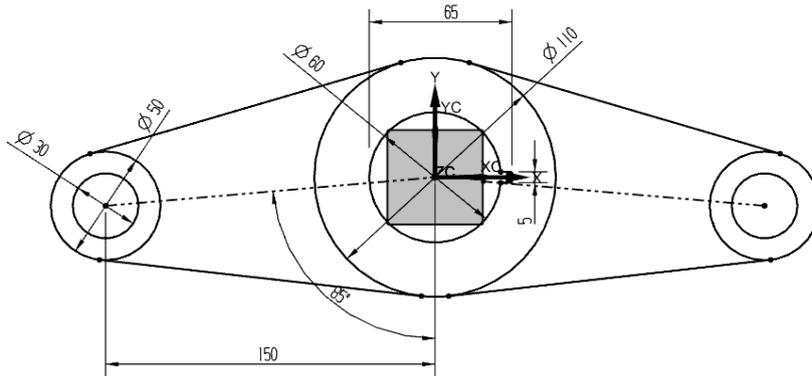

图 2-29 绘制矩形键槽
- (1) 选择“矩形”命令，绘制一个矩形，并设置与 X 轴对称约束。
- (2) 选择“快速修剪”命令，对草图进行修剪。
- (3) 选择“自动判断尺寸”命令，分别标注尺寸，如图 2-29 所示。